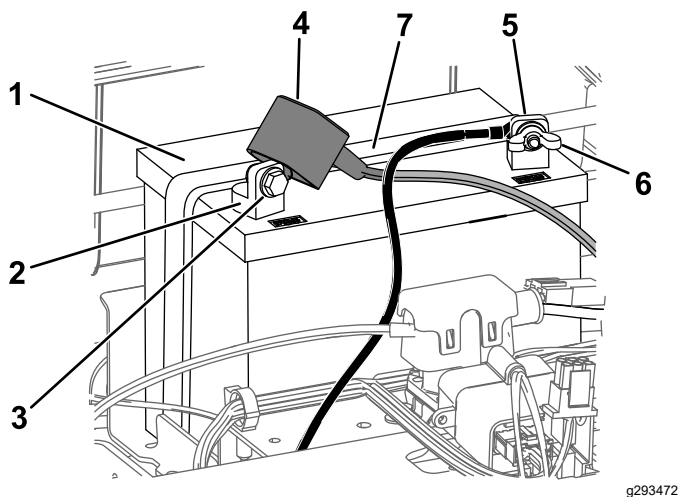

Figura 48
4. Deconectai cablul negativ (negru) de legare la masă de la suportul bateriei (Figura 48).
6. Deconectai cablul pozitiv (rou) de la borna bateriei (Figura 48).
7. Scoatei elementul de fixare a bateriei (Figura 48) și ridicai bateria din compartimentul său.
1. Amplasai bateria în compartimentul său (Figura 48).
5. Fixați bateria cu elementul de fixare (Figura 48).